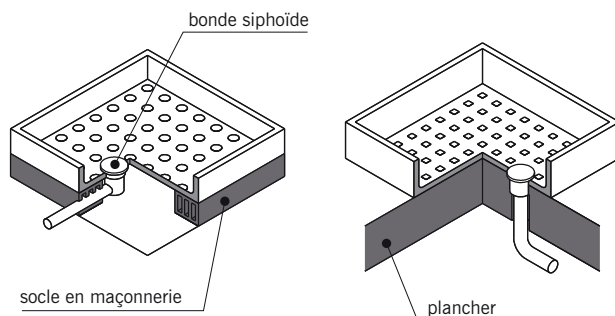

fig. 14.19
- Le **receveur à poser** qui s'installe sur le plancher, sur un support préfabriqué ou maçonné suivant l'emplacement de la conduite d'évacuation des eaux (fig. 14.19).